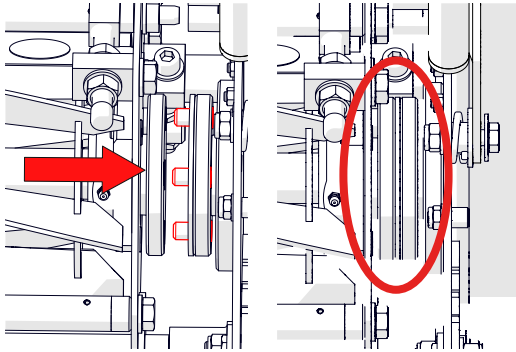

Abb. 11E – Neue Kassette einsetzen und zur Seite schieben, bis sie mit den drei Stiften einrastet.
7. Die Kassette nach links schieben, bis sie vollständig mit den drei Stiften der Antriebskupplung greift (Abb. 11E). Der Zylinder muss eventuell leicht von Hand gedreht werden, um ihn mit den Stiften auszurichten. ⚠